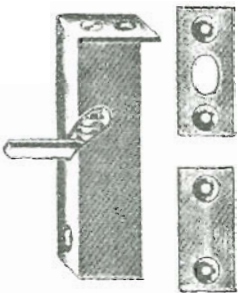

Fig. 2
3.2. Con pasadores: cierre automático (fig. 2), cierre manual (figura 3).